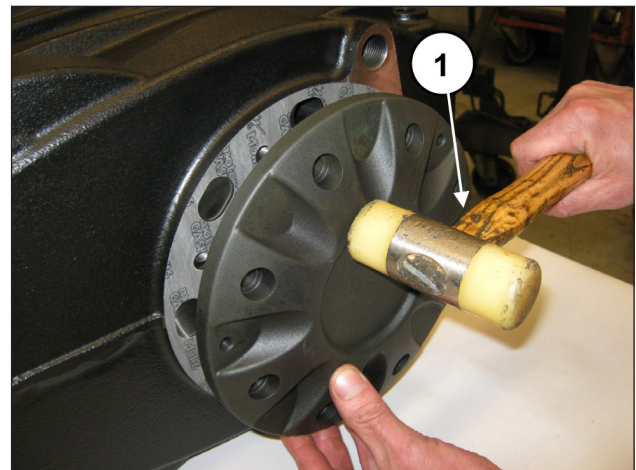

Abb. 59
Montieren Sie den Lagerdeckel (samt Dichtung) mithilfe des Schlagwerks (Pos. ①, Abb. 59)